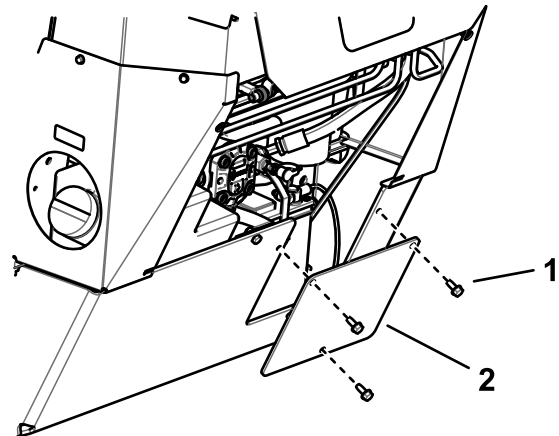

Bild 37
- Setzen Sie die Batterieabdeckplatte ein (Bild 37).